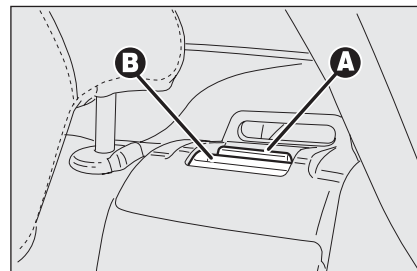

fig. 96
- ☐ levante la palanca **A-fig. 96** de fijación del respaldo y recline este último hacia adelante. Al subir la palanca se puede ver una “banda roja” **B**.
**Controle que el respaldo esté correctamente enganchado en ambos lados ("bandas rojas" B-fig. 96 no visibles) para evitar que en caso de un frenazo, el respaldo pueda proyectarse hacia adelante provocando lesiones a los pasajeros.**